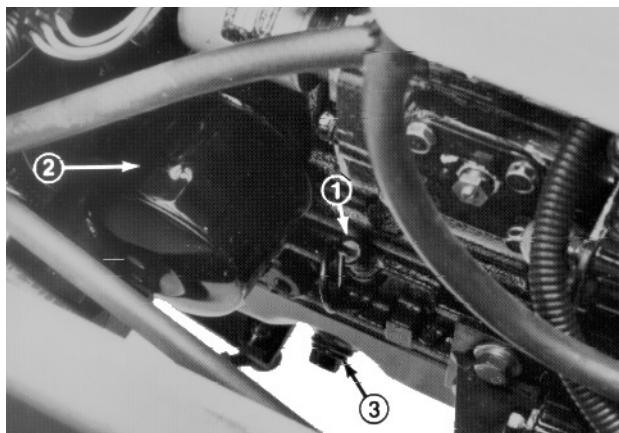

Fig. 1
3. Rimuovere l'asta di misurazione del livello dell'olio, asciugarla con un panno pulito e reinserirla a fondo. Estrarla di nuovo e verificare il livello dell'olio (Fig. 1); se è basso, togliere il tappo di riempimento e rabboccare fino alla tacca di pieno (FULL) sull'asta. Non riempire troppo (Fig. 2).